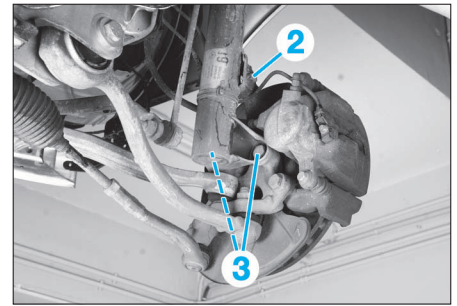

FIG. 18
- les vis de fixation (2) et (3) (Fig.18) des jambes de force sur les pivots.